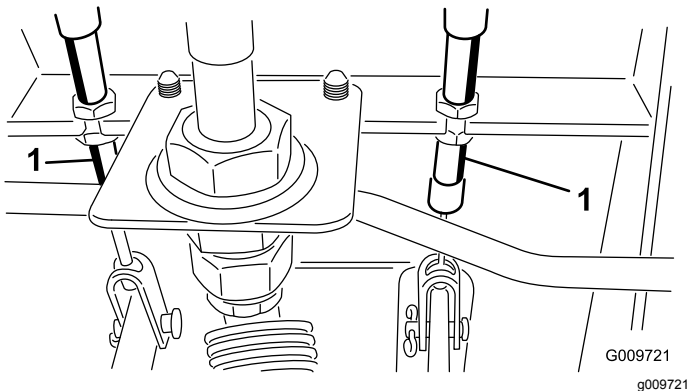

Figura 58
- A. Desaperte a porca dianteira na extremidade roscada do cabo do travão (Figura 58).